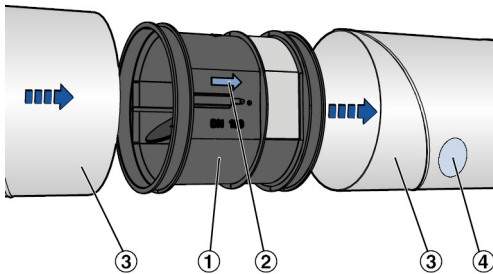

Abb. 7: VFL-Einbau
2. ▶ VFL (Abb. 7/1) in die Luftleitung (Abb. 7/3) einschieben.
Luftrichtungspfeil beachten! (Abb. 7/2) .
4. ▶ Zur Kennzeichnung der eingebauten Volumenstrom-Begrenzer werden Aufkleber mitgeliefert. Diese können von Hand beschriftet und von außen gut sichtbar auf die Luftleitung geklebt werden (Abb. 7/4)